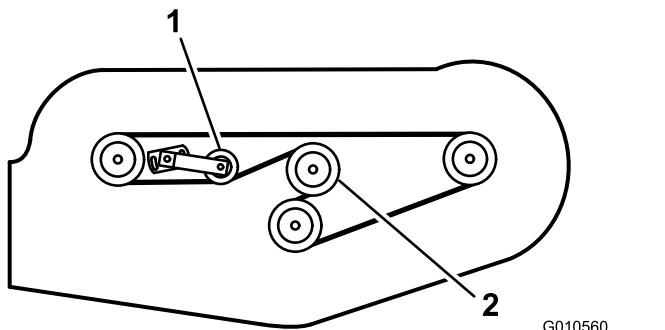

Figura 30
- Instale la correa nueva alrededor de la polea de la caja de engranajes, las poleas de los ejes, la polea tensora estacionaria y la polea tensora ajustable (Figura 30).